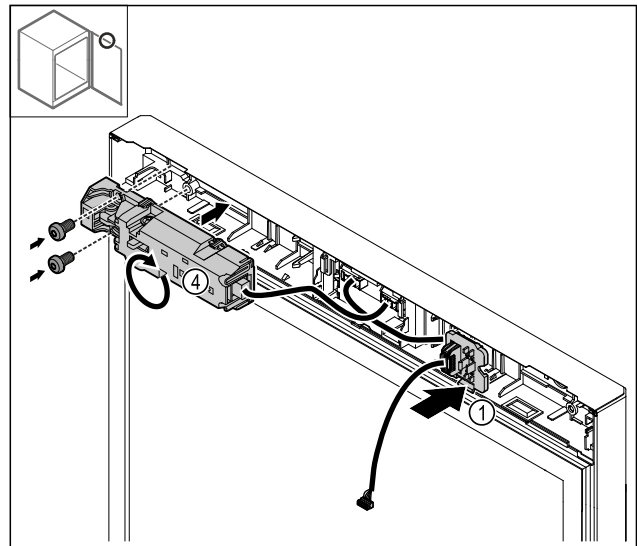

Fig. 29
- ▶ Установите и зафиксируйте держатель штекера Fig. 29 (1) на противоположной стороне.
- ▶ Разверните электрический замок Fig. 29 (4) на 180° и прикрепите на противоположной стороне.